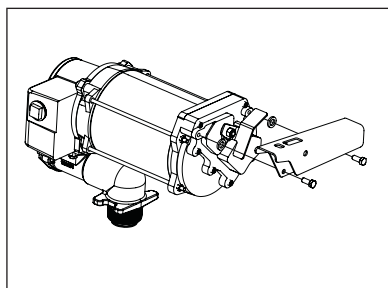

Figura 1
3. Alinhe os parafusos com os dois orifícios roscados na tampa do interruptor, rosqueie os parafusos nos orifícios. Aperte os parafusos a 45-60 in-lb (Figura 1).